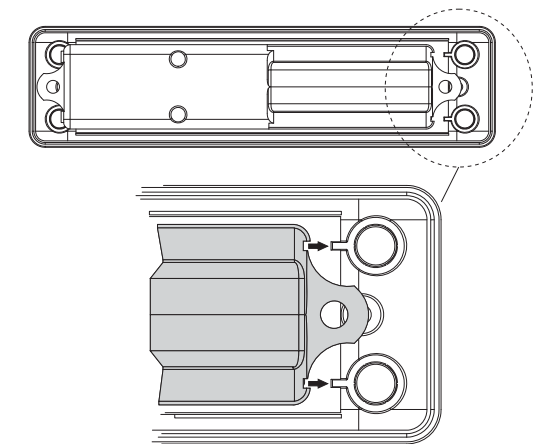

fig.3
6. Inserisci il sensore nella scatola (le tacche sul sensore devono combaciare con i riferimenti sulla scatola, vedi fig. 3) e bloccalo con le viti.